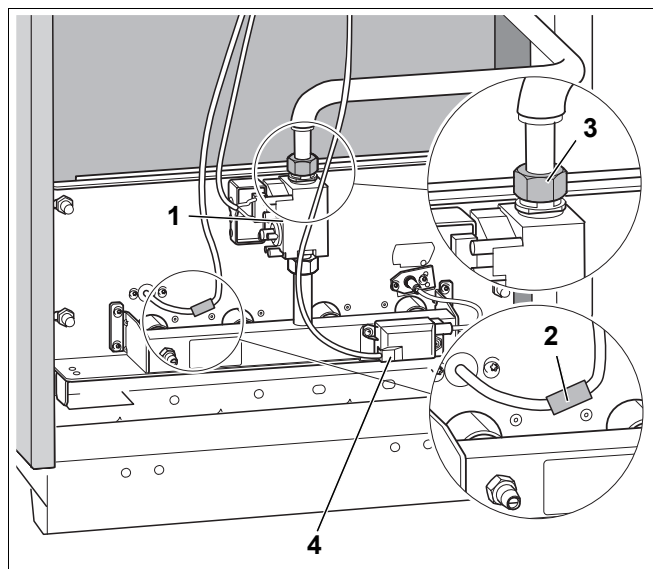

Fig. 37 Demontați arzătorul
- Îndepărtați arzătorul (Fig. 37, **Poz. 3**) de racordul conductei principale cu gaz a armaturii cu gaz.
- Se înlătură protecția la atingere (Fig. 37, **Poz. 2**) de la cablul de supraveghere și se scoate stecherul.
- Îndepărtați contactul cu fișe la trafal (Fig. 37, **Poz. 4**) de aprindere.